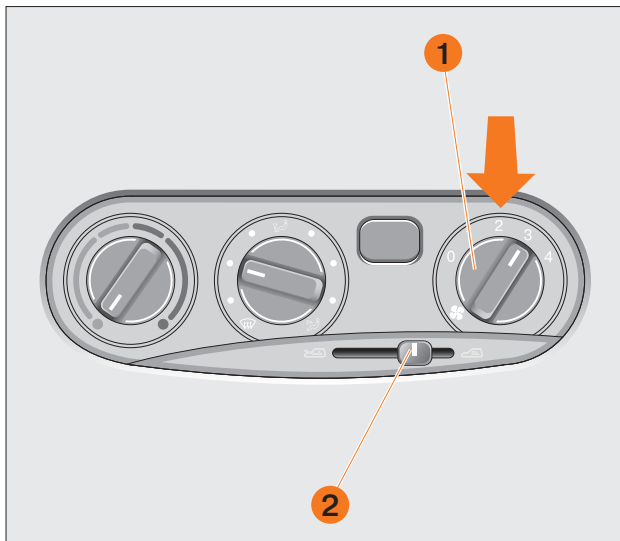
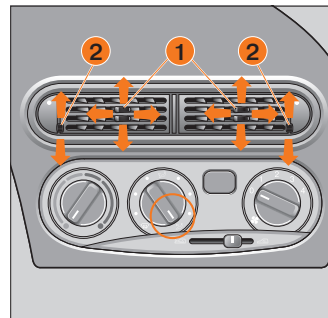
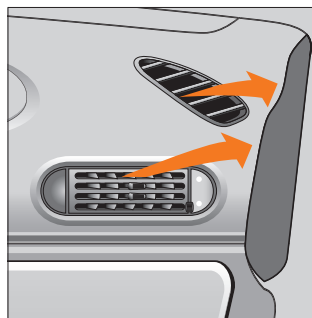
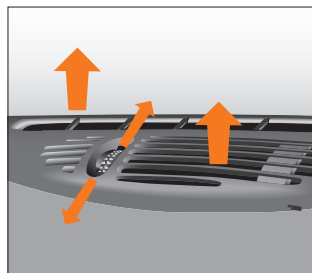

Рис. 53. Правый вращающийся переключатель
Рис. 55. Центральный дефлектор
Рис. 57. Дефлекторы подачи воздуха на стекла передних дверей
Рис. 58. Верхние решетки подачи воздуха на ветровое стекло
**Правый вращающийся переключатель: Обдув (вентилятор) (рис. 53, поз. 1).**
На рис. 53 поз. 2 показан **рычаг управления заслонкой рециркуляции воздуха:**
**Центральный дефлектор** (рис. 55). Направления подачи воздуха регулируются рычагами направляющих лопаток центрального дефлектора **1** путем изменения положения заслонок вверх или вниз, а регулятор интенсивности подачи воздуха **2** открывает или закрывает полностью центральные дефлекторы подачи воздуха. В зависимости от положения температурного переключателя обеспечивается комфортная температура верхнего пространства салона. Для усиления притока воздуха включить вентилятор обдува и установить средний вращающийся переключатель в положение .
Для усиления притока воздуха включить вентилятор обдува и установить средний вращающийся переключатель в положение  (см. рис. 55).
**Дефлекторы подачи воздуха на стекла передних дверей (рис. 57).** Установите рычаг управления заслонкой в крайнее левое положение  (см. рис. 53) и средний вращающийся переключатель (см. рис. 55) в положение .
**Верхние решетки подачи воздуха на ветровое стекло (рис. 58).** Установите рычаг управления заслонкой в крайнее левое положение  (см. рис. 53) и средний вращающийся переключатель в положение  (см. рис. 55):
Для усиления притока воздуха переключите вентилятор обдува на более высокую ступень и установите средний вращающийся переключатель в положение  (см. рис. 55).
Обязательно включить вентилятор (см. рис. 53).